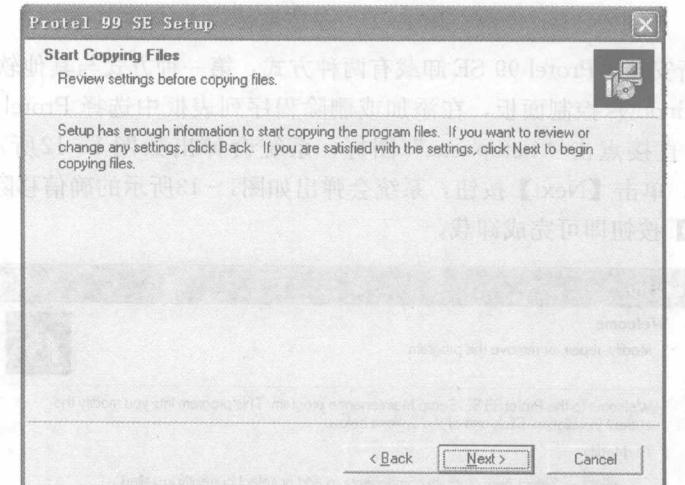

图 1-9 开始安装文件
(9) 单击【Next】按钮，出现如图 1-9 所示的即将开始安装界面。